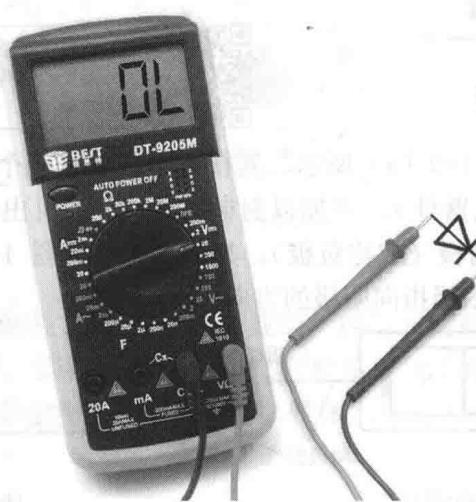

图 1-11 用数字万用表测二极管
(1) 通过数字万用表可以帮助我们对二极管的引脚极性进行判断。将数字万用表测量挡位选择为“二极管”挡，将红、黑表笔分别接二极管的两个引脚。
(2) 观测读数。若显示为“1”或“OL”（溢出），说明测得是反向特性。交换测试笔再次测试，则应出现数值，如图 1-11 所示，此数值是以小数表示的二极管正向压降值。由此，可判断二极管的极性和二极管的材料。显示正向压降值时红表笔所接引脚为二极管的阳极，黑表笔所接引脚为二极管的阴极，正向压降为 0.2 V 左右为锗二极管，0.7 V 左右为硅二极管。若正、反向测量所得压降值均显示“0 V”，说明二极管内部短路；若正、反向测量所得压降值均显示“1”，说明二极管开路失效。